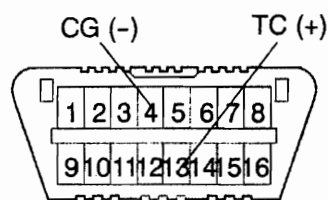

图 2-2-2 DLC3
(1) 用故障测试仪读取。将故障测试仪与 3 号故障诊断连接器 (DLC3) 相连, 将点火开关转到 ON 位置, 按故障测试仪上的提示进行操作, 即可读取故障码。
(2) 用发动机故障指示灯 (MIL) 读取。打开点火开关, 如图 2-2-2 所示, 用跨接线连接 DLC3 端子 4 (CG) 和 13 (TC), 这时可通过发动机故障指示灯的闪亮情况读取故障码。